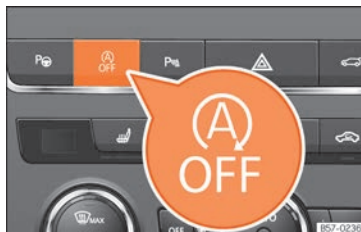

Fig. 248 Consola central: tecla del sistema Start-Stop.
- Para desconectar/conectar manualmente el sistema Start-Stop, pulse la tecla  »» **fig. 248.**